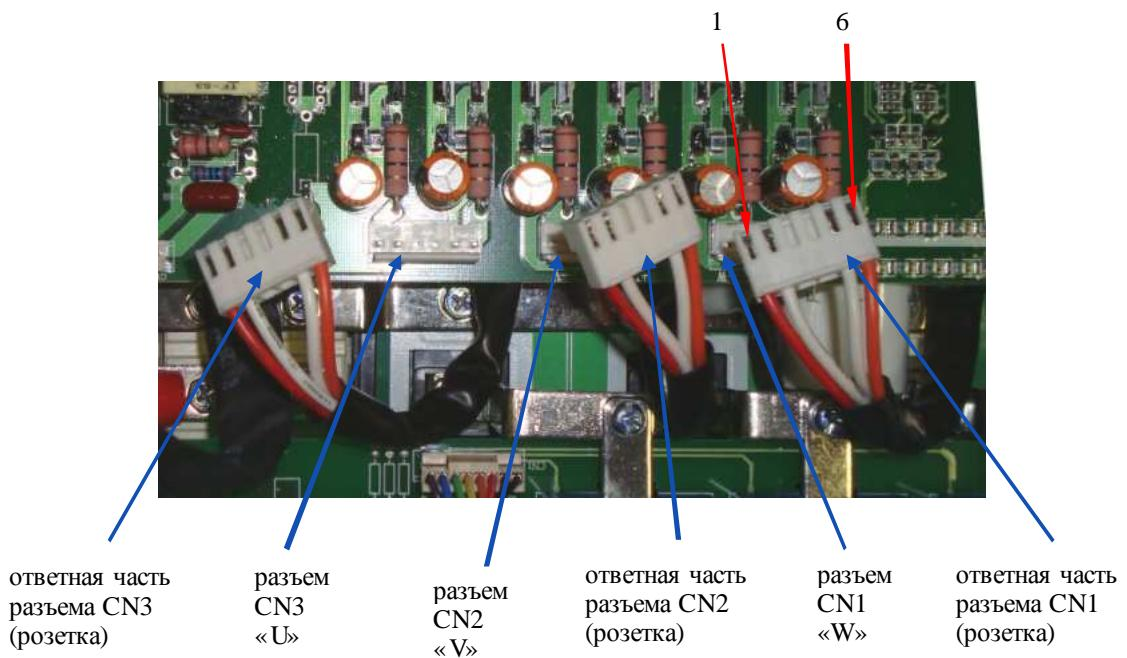

Рис. 4.12
4.9.4.1. Отсоединить от платы драйверов ответную часть разъема CN3 (рис. 4.12).
4.9.8. Подключить щупы осциллографа к выводам 1 и 2 разъёма CN1 (нумерация выводов согласно рис. 4.12).
4.9.10. Выполнить пункты 4.9.8 – 4.9.9 для выводов 5 и 6 разъёма CN1 (рис. 4.12), а затем для соответствующих выводов разъёмов CN2, CN3. В случае неисправности одного из каналов платы драйверов подлежит замене.